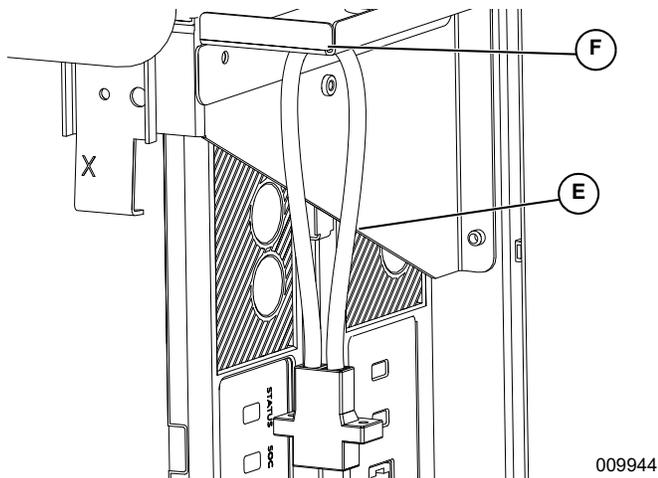

Figura 4-34. Puentes en bucle sin usar
4. Consulte la **Figura 4-34**. Amarre los puentes en bucle (E) a la ranura del deflector de la canalización (F) para uso a futuro.